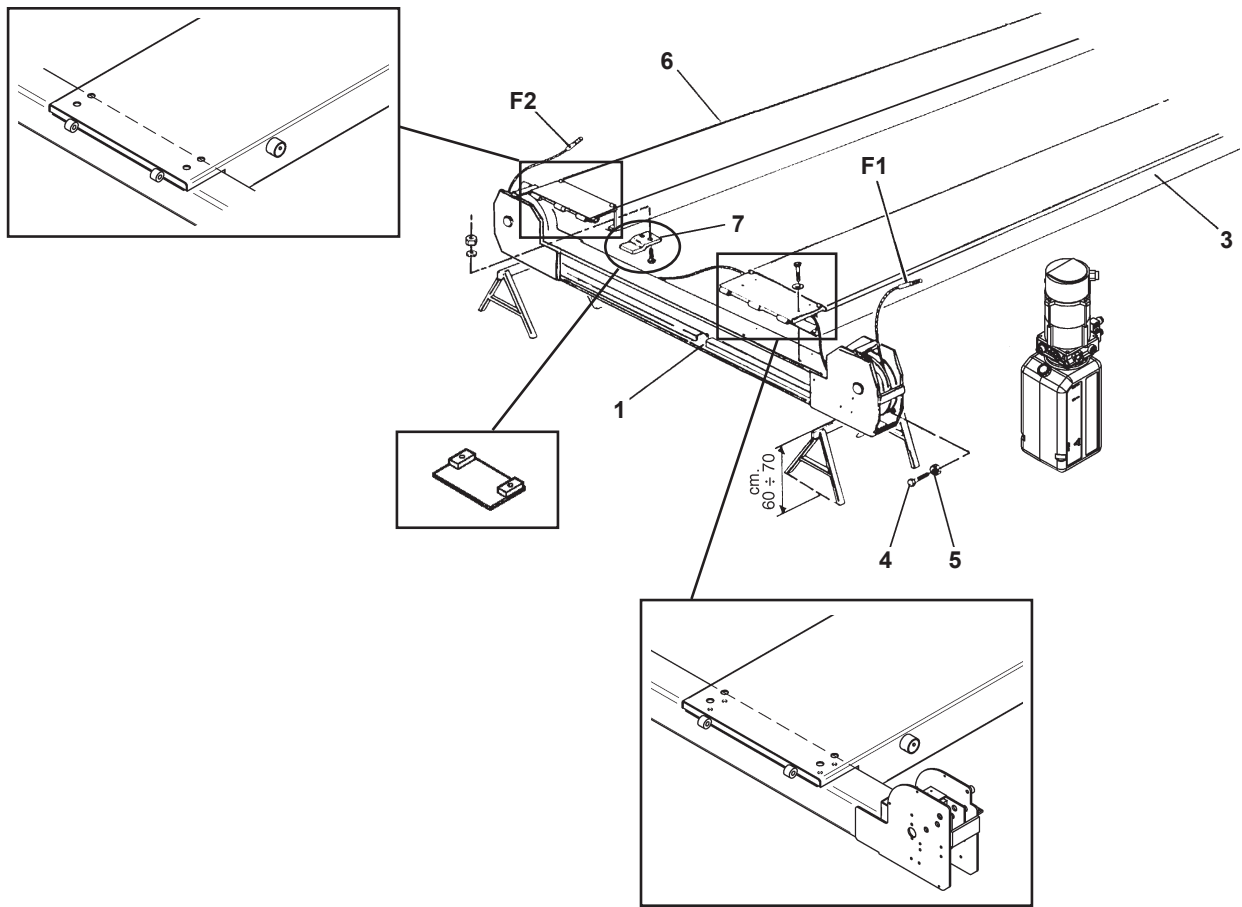

Fig. 9
**Rif. Fig.9**
- Appoggiare la pedana (3) sulle traverse, controllando il parallelismo di queste ultime, centrare i fori e fissarla.
- Appoggiare sulle traverse la pedana mobile (6).
- Montare gli arresti pedana (7).
Rif. Fig.9
Unter Bezugnahme auf die Abbildung 9
Réf. Fig.9